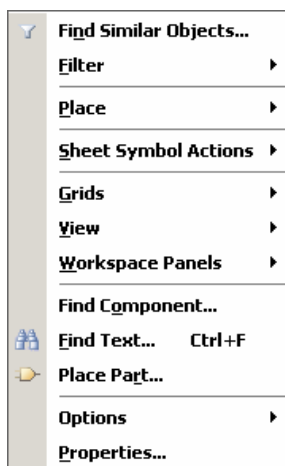

图 4.16 右键菜单
(27) 单击工作区上方的“PIC_top.schdoc”文件标签，将其在工作区打开。
(28) 在原理图中的“PIC_232”子图符号上单击鼠标右键，在弹出的如图 4.16 所示的右键菜单中选择“Sheet Symbol Actions”->“Creat Sheet From Symbol”命令，打开“Confirm”消息框。